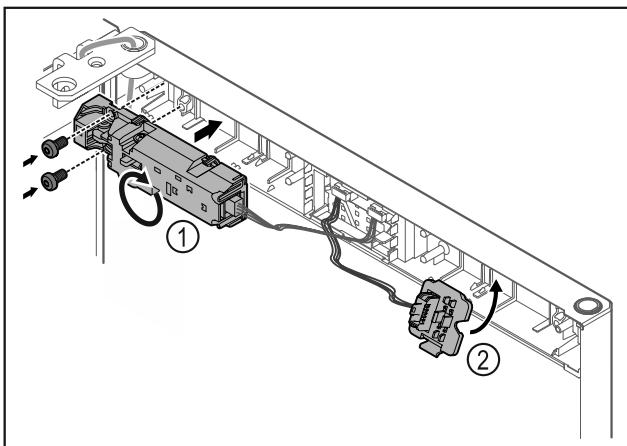

Fig. 18
- Otočte dálkový zámek Fig. 18 (1) o 180° a upevněte jej na protější straně.
- Zaklapněte držák zástrčky Fig. 18 (2) na protější straně.